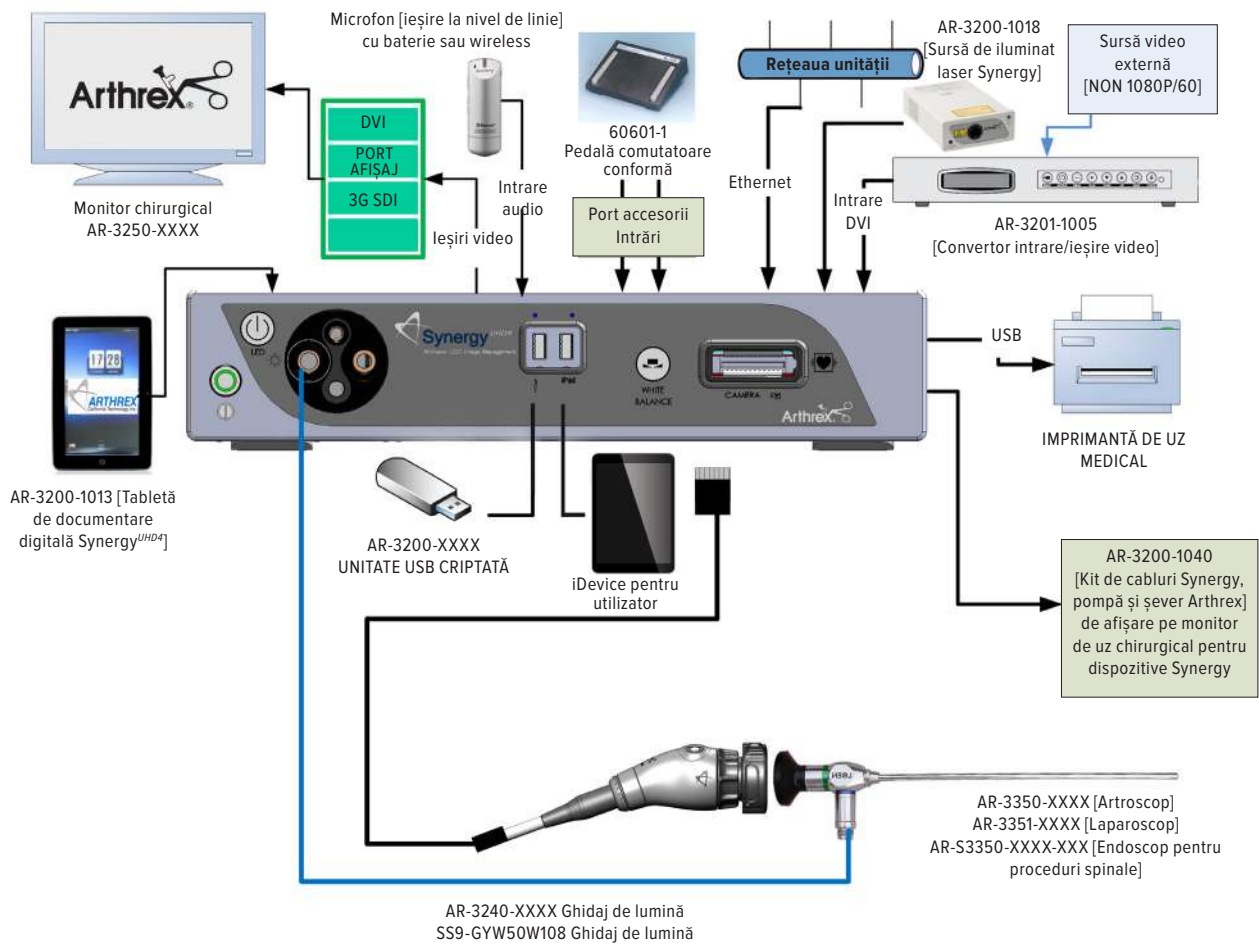

Figura 12 – Diagramă de interconectare tipică Synergy^{HD} cu tabletă de documentare digitală OPȚIONALĂ [Camere endoscopice cu sistem optic integrat]
1. **Butonul 1** – Buton programabil de activare a diverselor funcții ale camerei. Consultați Figura 12 – Diagramă de interconectare tipică Synergy^{HD} cu tabletă de documentare digitală OPȚIONALĂ [Camere endoscopice cu sistem optic integrat] pentru informații privind programarea.
2. **Butonul 2** – Buton programabil de activare a diverselor funcții ale camerei. Consultați Figura 12 – Diagramă de interconectare tipică Synergy^{HD} cu tabletă de documentare digitală OPȚIONALĂ [Camere endoscopice cu sistem optic integrat] pentru informații privind programarea.
NOTĂ: consultați Diagrama de interconectare tipică (consultați Figura 12 sau 13).